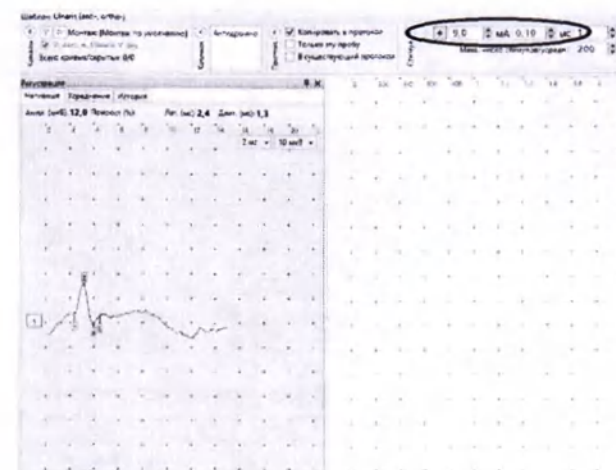

Рис. 54. Основные параметры регистрации
8. Проведите одиночную стимуляцию, постепенно увеличивая силу стимула с шагом 1 мА, до получения ответа. При возникновении артефакта моторного ответа необходимо на 1–2 мА уменьшить силу стимула. Средняя сила стимула — 8–15 мА, длительность стимула — 100 мкс (рис. 54).